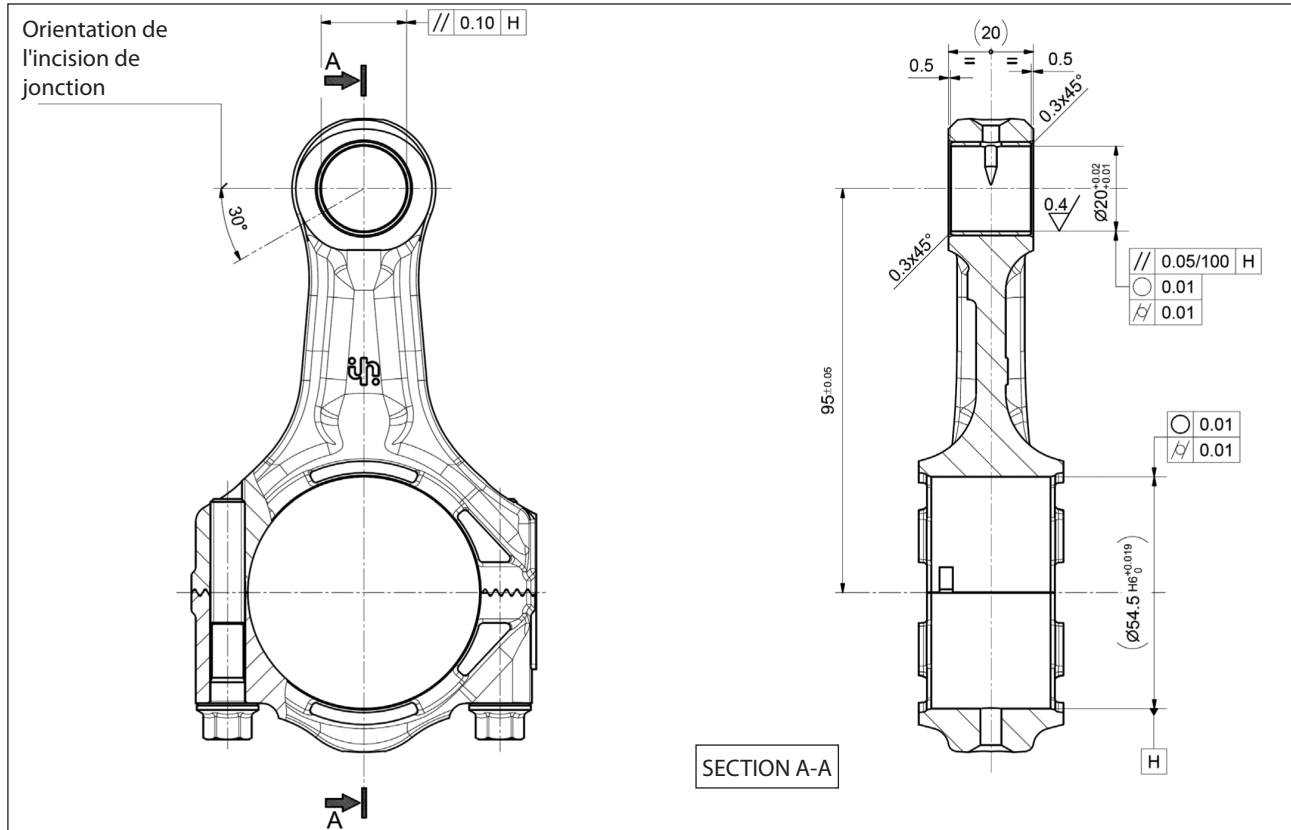

Fig. 25
- l'incision de la jonction doit être orientée comme l'indique la Fig. 25.
Après quoi, procéder aux opérations mécaniques en respectant impérativement les dimensions et les tolérances indiquées Fig. 25.